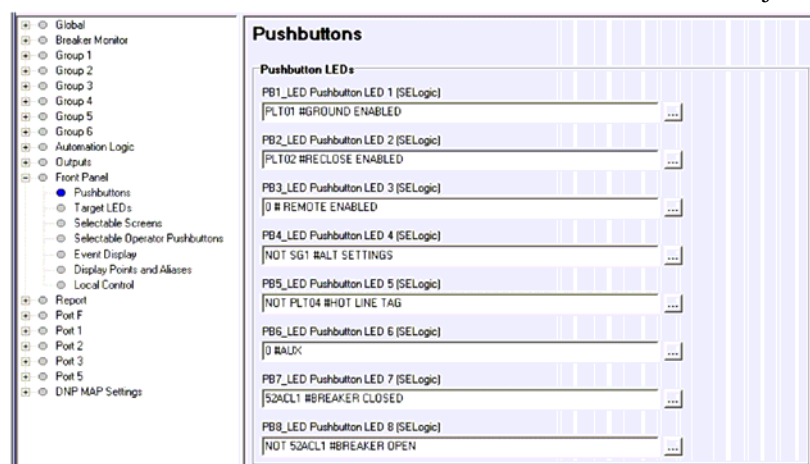

Figura 6.9 Ajustando a Resposta dos LEDs dos Botões de Pressão: ACSELERATOR
- a. Expandir as ramificações da opção **Front Panel** na tela da opção **Settings** e clicar em **Pushbuttons** (ver Figura 6.9).
O ACSELERATOR vai exibir a caixa de diálogo **Pushbuttons** similar a da Figura 6.9.